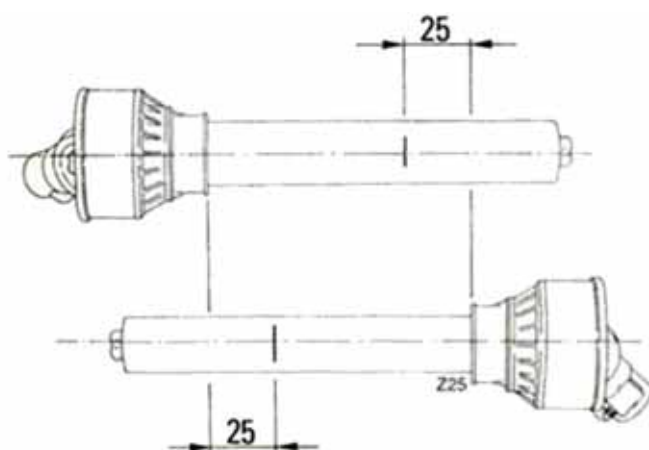

Figure 1
- Repérez à l'aide d'une pointe à tracer l'emplacement de raccourcissement des deux demi-arbres, à 25 mm du haut de chaque demi-arbre comme indiqué ci-dessous sur la Figure 1.